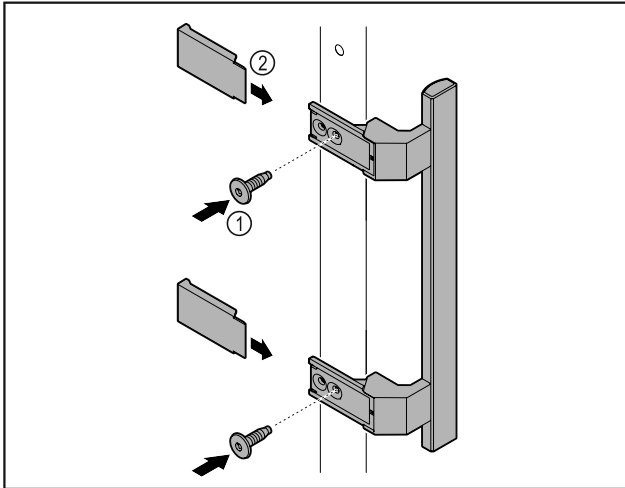

Fig. 7
- ▶ Madlo z přiloženého příslušenství upevněte na dveře pomocí přiložených šroubů Fig. 7 (1).
- ▶ Nasadte kryt Fig. 7 (2).